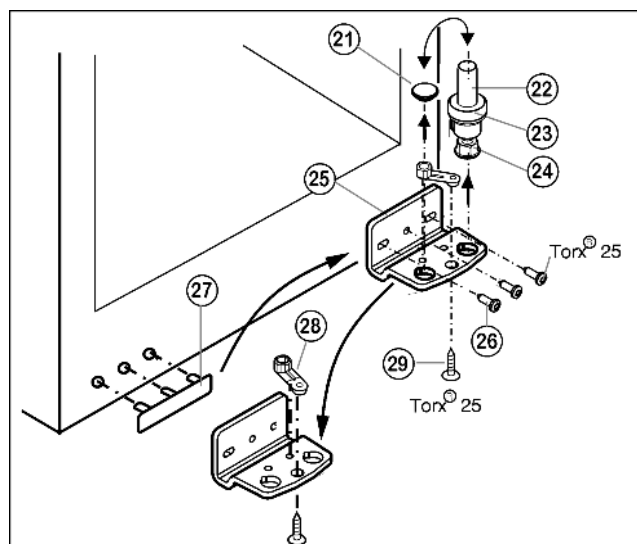

Fig. 6
- ▶ Lejebolten Fig. 6 (22) trækkes ud opadtil komplet med plade Fig. 6 (23) og skruedefod Fig. 6 (24).
- ▶ Løft Fig. 6 (21) proppen.
- ▶ Lejekonsollen Fig. 6 (25) skrues af Fig. 6 (26).
- ▶ Lejedelen Fig. 6 (28) skrues af Fig. 6 (29) og sættes i det overfor liggende hul i lejekonsollen, skru så fast igen.
- ▶ Løft afdækningen på håndtagssiden Fig. 6 (27) forsigtigt af og flyt den til den modsatte side.
- ▶ Lejekonsollen Fig. 6 (25) skrues fast igen på den nye hængselside om nødvendigt ved hjælp af en akkuskrue-trækker (med 4 Nm).
- ▶ Sæt igen proppen Fig. 6 (21) i det andet hul.
- ▶ Lejebolten Fig. 6 (22) sættes ind igen komplet med plade og skruedefod. Vær herved opmærksom på, at tappen peger bagud.
- ▶ Vip proppen (33) ud af dørlejbøsningen og flyt den.
- ▶ Dørhåndtag (32), propper (33) og trykplader* (34) afmonteres og sættes på den modsatte side.
- ▶ Sæt døren oppefra på lejebolten forinden Fig. 6 (22).
- ▶ Sæt øverste lejekonsol (12) i døren på den nye hængselside.
- ▶ Den øverste lejekonsol skrues (12) fast (med 4 Nm) (2 gange Torx® 25) (13). Stik eventuelt skruenhullerne i forvejen eller brug en akkuskrue-trækker.
- ▶ Sæt afdækning (10) og afdækning (11) i på den modsatte side, så de går i hak.
- ▶ Justér døren, eventuelt vha. de to langhuller i lejubukken forinden Fig. 6 (25), så den flugter i forhold til apparatkabinettet. Drej til dette formål den midterste skrue ud.